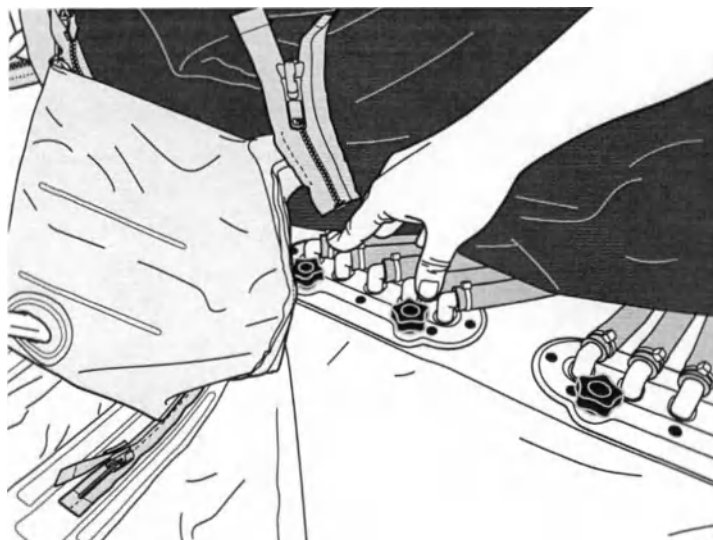

Рис. 7. С усилием нажимите на соединители для воздушных шлангов
3. Если матрас не надувается или слышна утечка воздуха, проверьте, закрыты ли клапаны СЛР. Проверьте, нет ли утечки в точке соединения матраса с каркасом. Чтобы затянуть это соединение, см. рис. 7 в разделе «Установка встроенного надувного матраса».